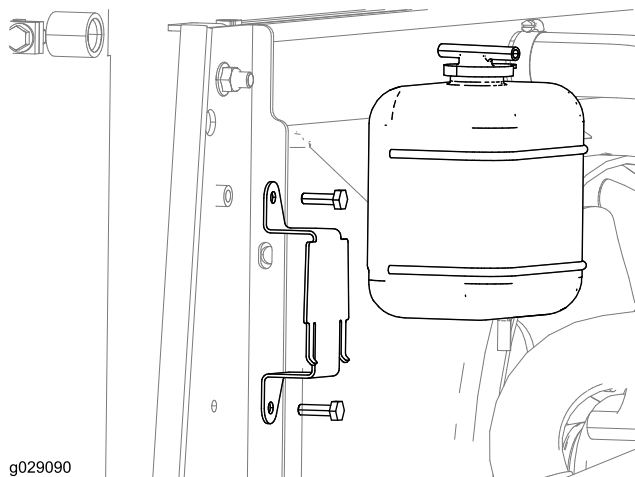

Figura 3
5. Rimuovete il serbatoio di troppopieno del radiatore e la staffa dalla macchina, come illustrato nella Figura 3.